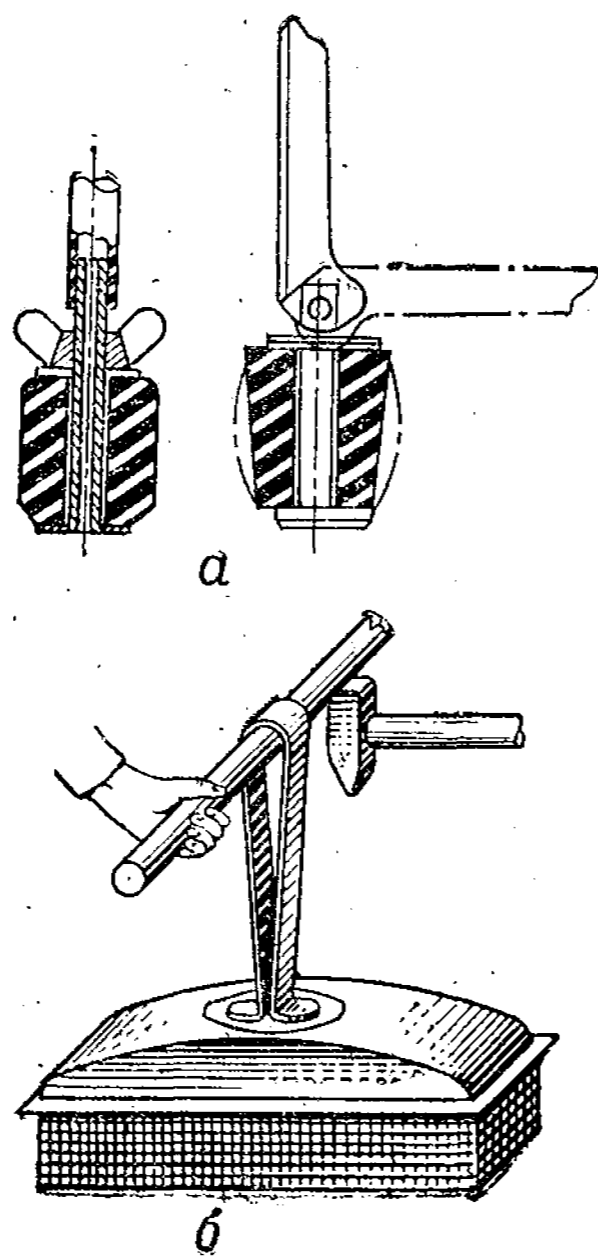

Рис. 179. Приспособление для ремонта радиаторов:
2. Радиатор проверяется на герметичность в ванне с водой. Для этого в радиатор подают воздух через пароотводную трубку. Горловина радиатора и патрубки должны быть плотно закрыты. Для закрытия патрубков удобнее всего применять разжимные резиновые заглушки (рис. 179).